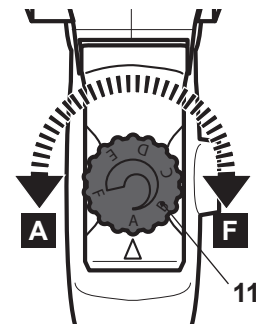

Fig. 9
Limite la velocidad máxima de giro utilizando el selector de velocidad (11). El dispositivo de velocidad variable le permite seleccionar la mejor velocidad para una aplicación particular. (Fig. 9).
- > Gire el selector de velocidad (11) hacia la "F" para incrementar la velocidad máxima.
- > Gire el selector de velocidad (11) hacia la "A" para reducir la velocidad máxima.